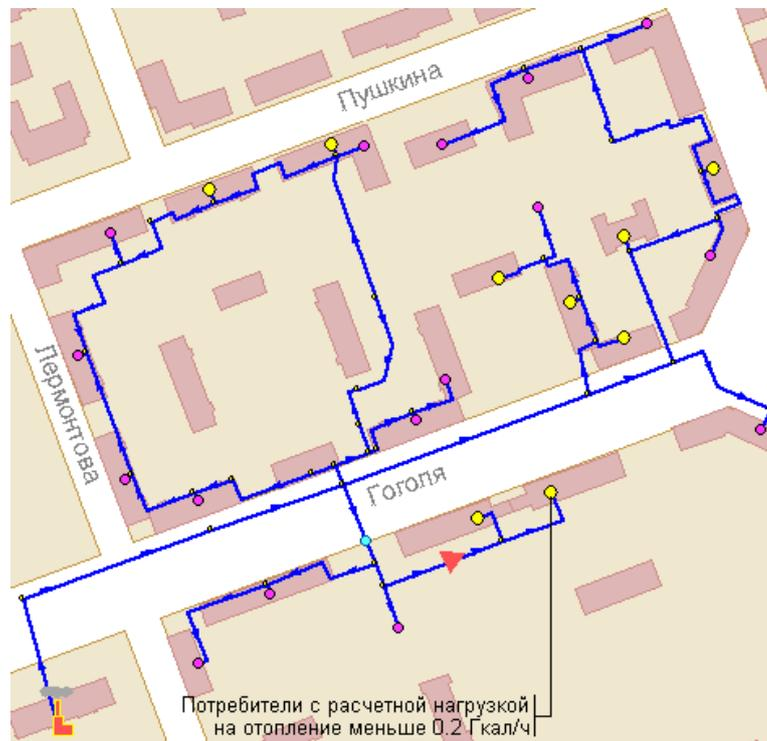

Рисунок 23.11. Пример подключенной тематической раскраски
6. Нажать кнопку ОК, после чего на экране отобразится тематическая раскраска для потребителей. (Рисунок 23.11, «Пример подключенной тематической раскраски»).